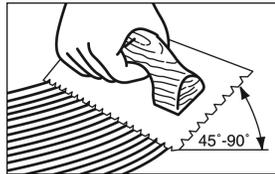

Figura 11
- Mantenga firmemente el palustre a un ángulo de 45° (Figura 11) contra el contrapiso para obtener una tasa de cubrimiento por galón de 50-60 pie² (4-5.5 m²) (30-35 pie² por galón para esparcir Summit con el tamaño de lana recomendado) otro palustre de un fabricante de adhesivos. El palustre dejará crestas de adhesivo y muy poco adhesivo entre las crestas. Este método le permitirá continuar viendo los cordales entizados entre las crestas y le proporcionará el índice de extensión recomendado. Para ver instrucciones de aplicación adicionales, observe las recomendaciones en el envase del adhesivo.